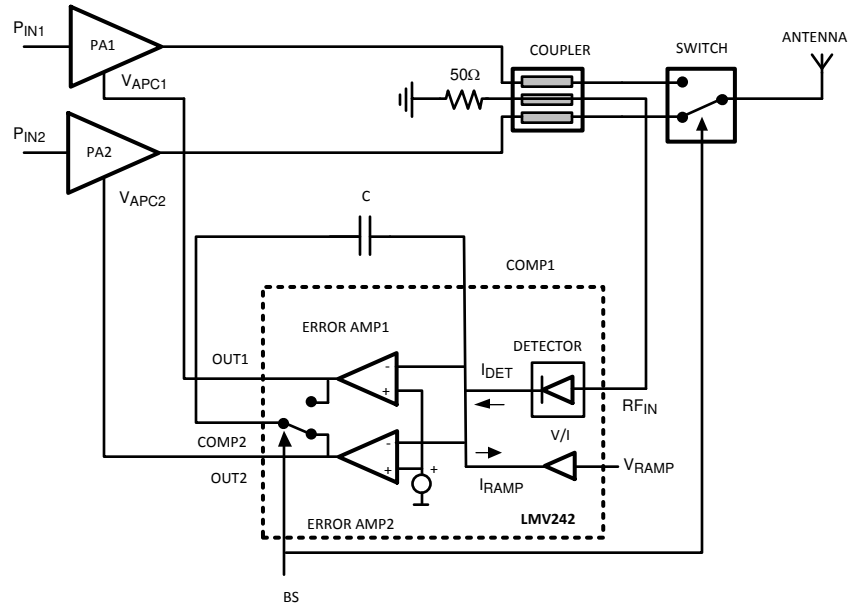

图 7-1. PA 控制环路
图 7-1 显示了功率放大器 (PA) 控制环路的典型设置。从 PA 的输出端开始，该输入通常通过方向耦合器输入到检测器。检测器输出电流 I_{DET} 和斜坡电流 I_{RAMP} 之间的误差 (表示所选的功率设置) 驱动配置为积分器的运算放大器的反相输入。基准电压驱动运算放大器的同相输入。最后，积分器运算放大器的输出驱动功率放大器的增益控制输入，该输入设置输出功率。当 I_{DET} 等于 I_{RAMP} 时，环路稳定。